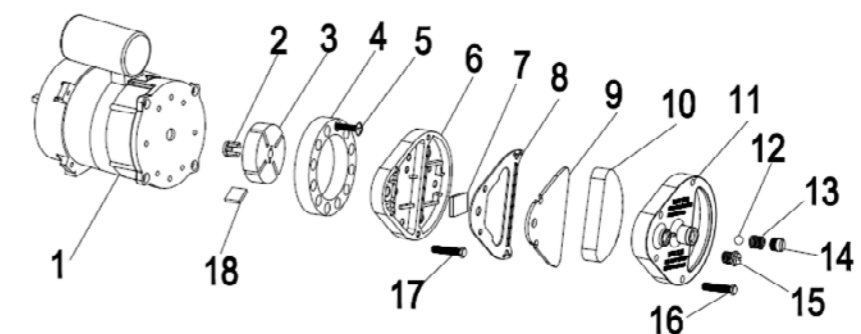

Fig.3
Reinig de luchtfilters Verwijder de afdekkap van het filter (11), was het luchtinlaatfilter (10) met een licht reinigingsmiddel en laat het grondig drogen voordat u dit terugplaatst. Vervang het luchtuitlaatfilter (9) eenmaal per jaar (afb. 3)